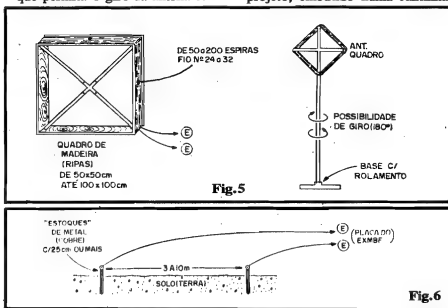

Fig. 6
Na verdade, qualquer transdutor capaz de "pegar" manifestações eletro-magnéticas "lentas" e mostrá-las na forma de sinais puramente elétricos, ainda que muito tênues, servirão para excitar a Entrada (pontos E-E) do EXMBF... Na prática, porém, existem duas "construções" básicas a serem experimentadas pelo Leitor/Hobbysta: a antena de quadro, aérea (fig. 5) e a antena telúrica, geo-sensor (fig. 6). Os dois captadores básicos são um tanto "trambolhudos" (não se pode fugir facilmente de dimensões um tanto avantajadas, quando se lida com Frequência muito baixas, uma vez que os próprios comprimentos de onda envolvidos são também... grandes!) mas suas construções não são difíceis...
- FIG. 6 - ANTENA TELÚRICA (GEO-SENSOR) - Manifestações eletro-magnéticas subterrâneas, que podem ocorrer com maior frequência do que presumimos, devido a fenômenos de deslocamento, acomodação de camadas geológicas, etc., são captáveis a partir de um simples par de "sondas" metálicas enterradas no solo, entre as quais se desenvolverá o sinal elétrico correspondente a tais fenômenos... Basicamente devem ser usado "estoques" de metal bom condutor (cobre, latão, etc.) com pelo menos 25 cm, de "enterramento" (na verdade, quanto mais longo e fundo ficar o "estoque", melhor, mas há, obviamente, um limite prático na "coisa"... e mantendo um afastamento de 3 a 10 metros (de novo, quanto mais "longe" ficarem um do outro as sondas, melhor, porém limites práticos podem levar a uma certa restrição no afastamento...). A cada uma das "lanças" condutoras enterradas, liga-se um cabo isolado fino, no comprimento necessário, levando-se os dois condutores aos pontos E-E do EXMBF...